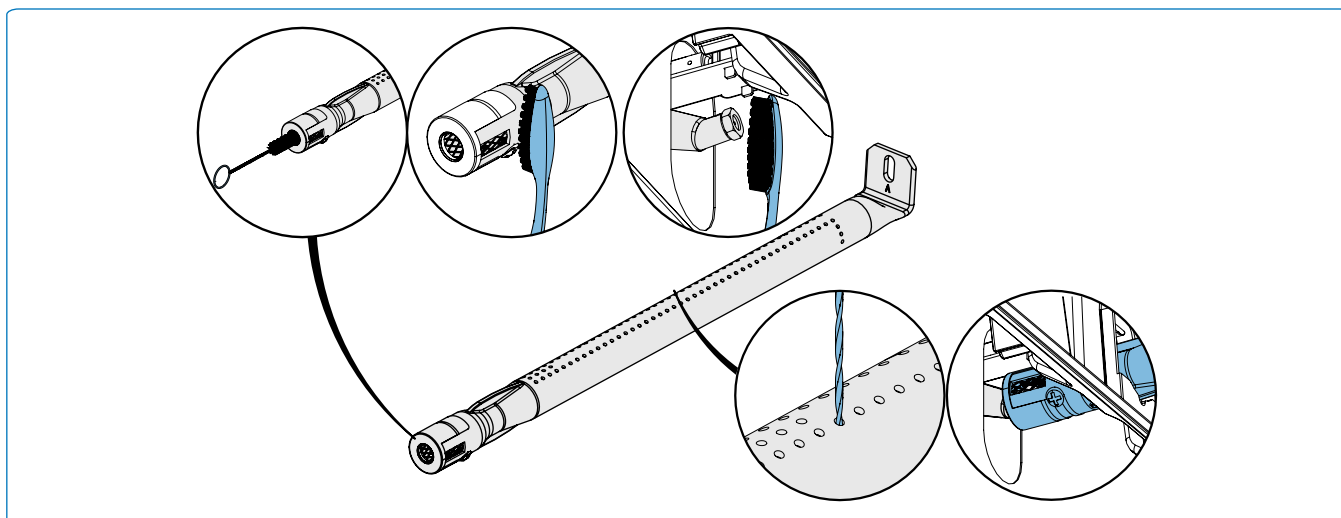

Fig. 15
1. Verwijder de schroef (of schroeven) waarmee de brander aan de achterwand van de grill is bevestigd. Schuif de brander naar achteren en omhoog om te verwijderen (**Fig 15**).